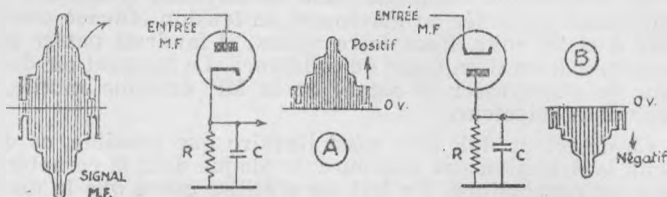

Fig. 31. — DETECTION POSITIVE ET NEGATIVE.
*Détection positive et négative.* Une diode ou un cristal détecteur peuvent être montés à l'endroit ou à l'envers (fig. 31) et selon le cas, c'est la moitié positive (A) ou négative (B) de la tension du signal qui apparaîtra en haut du condensateur-réservoir C (\*). Cela n'a aucune importance en phonie, mais il n'en est pas de même en vision. En effet, l'amplitude d'un signal français augmente quand le point exploré est plus blanc — et à la réception le spot correspondant deviendra plus lumineux à la condition que le wehnelt devienne plus positif. Par conséquent, c'est le schéma A qui doit être adopté. Le schéma B, en donnant un signal inversé, ferait apparaître sur l'écran une image où les noirs seraient traduits par des blancs et vice-versa.